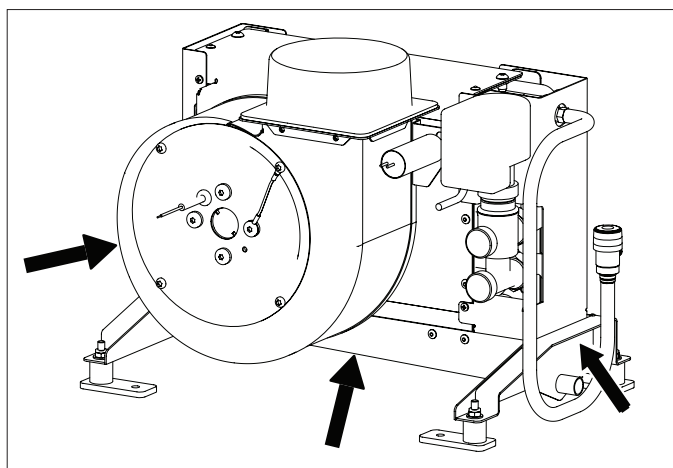

Fig.9 Trasporto dell'apparecchio
- ▶ Trasportare l'apparecchio dalla vasca per la condensa e, se necessario, poggiando sul ventilatore. Non trasportare mai l'apparecchio dai condotti. V. Fig.9.